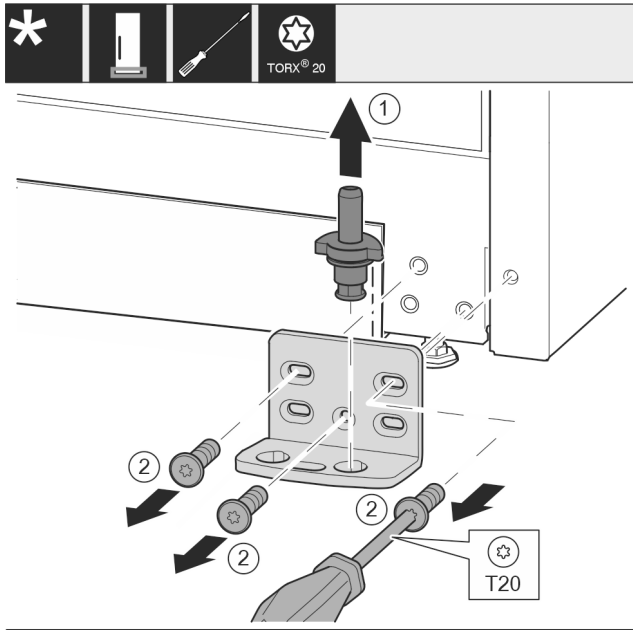

Fig. 12
- ▶ Izvelciet pilnīgi ārā uz augšu gultņa tapu. Fig. 12 (1)
- ▶ Izskrūvējiet skrūves ar skrūvgriezi T20 un noņemiet gultņa balstu. Fig. 12 (2)